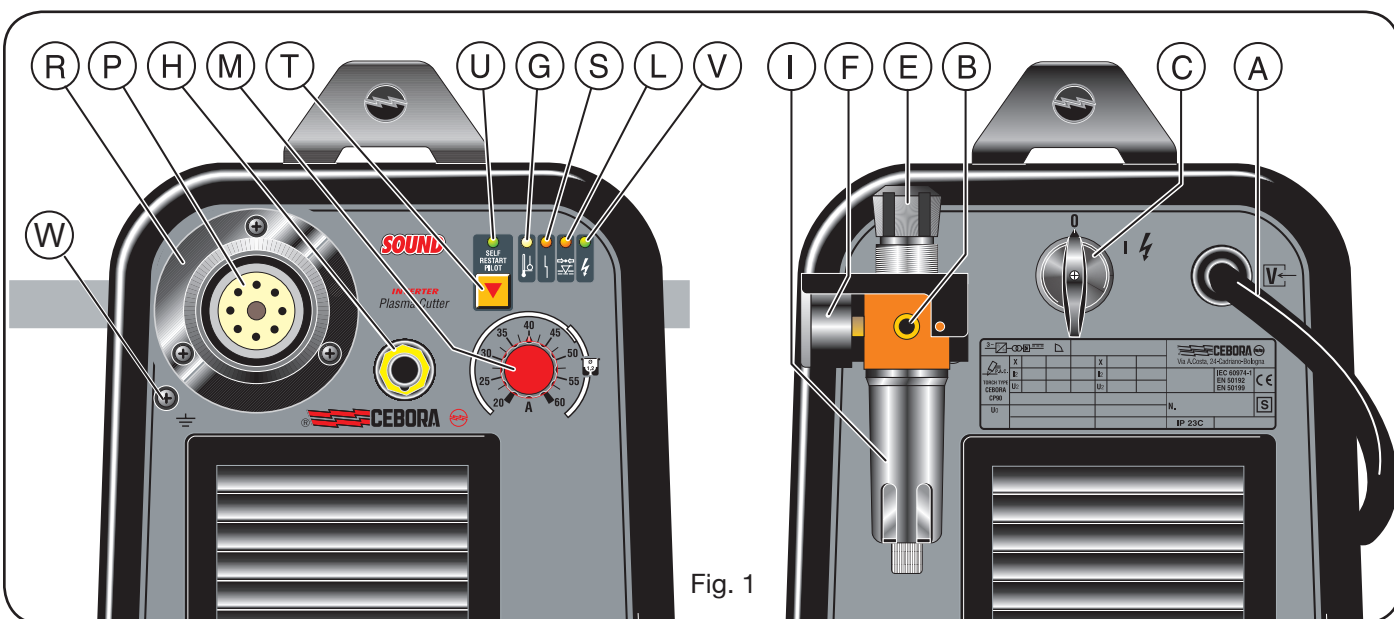

Fig. 1
2.1 MONTAGEM DA TOCHA (Fig. 1)
Para evitar sobrecargas. É evidenciado pelo acendimento contínuo do sinalizador **G** (veja fig.1).
Colocada na alimentação da tocha para evitar que a pressão de ar seja insuficiente. É evidenciado pelo acendimento do sinalizador **L** (veja fig.1).